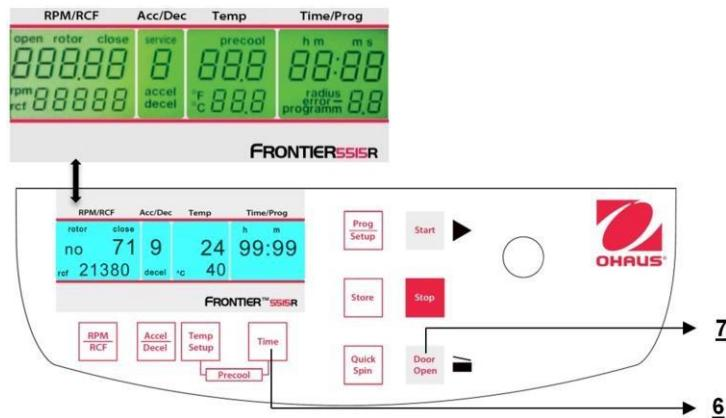

Figura 32
Cuando la centrífuga está apagada, presione al mismo tiempo los botones "**Time**"(6) y "**Door Open**" (7) y encienda el interruptor principal de la centrífuga. Ahora suelte ambos botones y como resultado se ejecuta una prueba de pantalla durante aproximadamente 5 segundos. Todos los indicadores aparecerán al mismo tiempo (vea la Figura 32).